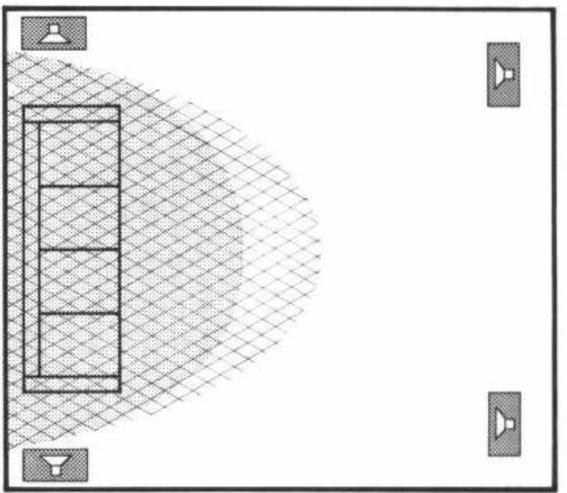

Fig. 11
Die Aufstellung der Lautsprecherboxen für vierkanalige Wiedergabe kann, wie in Fig. 11 und 12 gezeigt, erfolgen. Das vordere Boxenpaar ist an die Buchsen FRONT und die rückwärtigen Lautsprecher an die Buchsen REAR anzuschließen. Rechts (RIGHT) und links (LEFT) gilt vom Zuhörer aus gesehen. Stellen Sie zunächst die gewünschte Gesamtlautstärke mit dem Lautstärkeregler (40) ein und bringen Sie den Betriebsarten-Schalter (MODE) (31) in die Stellung Q1.
The speaker for 4-channel reproduction can be set up as shown in Fig. 11 and 12. The front pair of speakers should be connected to the FRONT jacks, the rear speakers to the REAR jacks. Right (RIGHT) and left (LEFT) are as seen by the listener.
sprecherboxen siehe Fig. 11 und 12.
speaker arrangement see Figures 11 and 12.